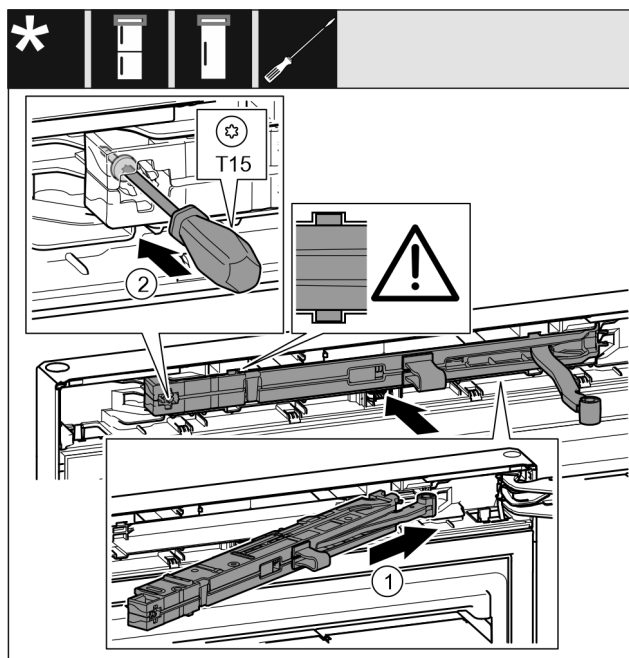

Fig. 70
- ▶ Wsunąć ukośnie amortyzator zamykania drzwi Fig. 70 (1) po stronie płytki zawiasu w zagłębienie aż do oporu.
- ▶ Przykręcić śrubę Fig. 70 (2) śrubokrętem.